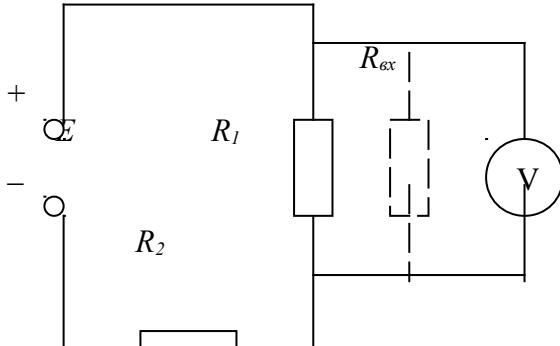

Рис. 3 Измерение напряжения на участке электрической цепи.
**Задача 4.** Для измерения напряжения на резисторе  $R_1 = 1 \text{ кОм}$  (см. рис.3) включен вольтметр класса точности  $K_{\Pi}$  с конечным значением шкалы  $U_{\text{ном}}$  и  $R_{\text{вн}} = 5 \text{ кОм}$  показания вольтметра  $U_{\alpha}$ , напряжение источника  $E$ ;  $R_2 = 9 \text{ кОм}$ . Определить действительное значение измеряемой величины напряжения; погрешности, обусловленные методом измерения и классом точности прибора.